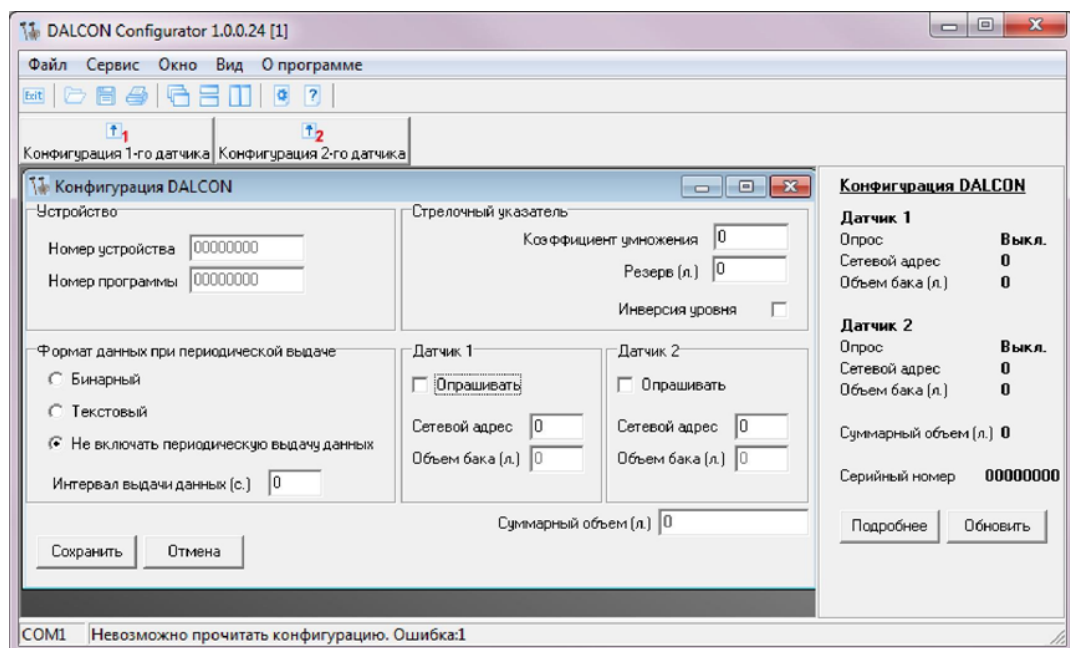

Рисунок 4
- 3) Запустите Dalcon Configurator, выполнив Пуск/Программы/Omnicom/Dalcon Configurator. Откроется главное окно программы Dalcon Configurator (Рисунок 4).